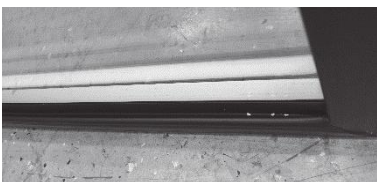

Abb. 10: Reinigung Dichtungen
- Schmutz und Eis aus Dichtungen entfernen (siehe → Abb. 10). Dichtung von oben nach unten reinigen.